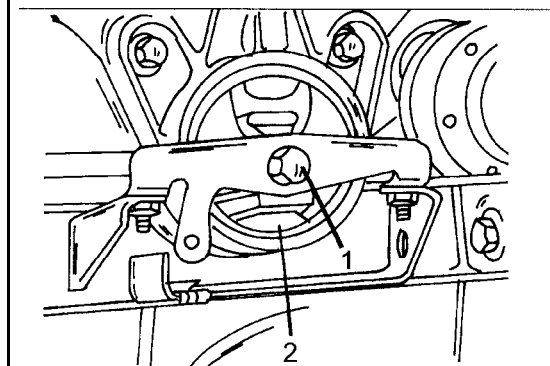

Bild 17
0 Die Schraube (1) in Bild 17 vom Getriebeschaltlager (2) am Aggregatträger abschrauben.